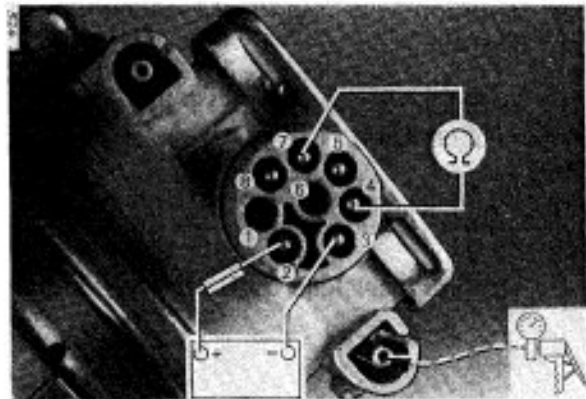

Bild 12
## 6. DROSSELKLAPPENANSTELLER (Bild 12 – 22a)
**Achtung:** Um Beschädigungen bei Fremdspannungsanschlüssen, s. Bild 12, 13, 16, zu vermeiden, ist unbedingt darauf zu achten, daß die Steckanschlüsse (4, 5, 7) nicht mit Spannung 12 V in Verbindung gebracht werden.
### 6.1 Dichtheit/Ventile/Zurückziehen (Bild 12, 13)
- Gemäß Bild 12 Steckanschlüsse (2 + 3) mit Spannung 12 V beaufschlagen und Ohmmeter an (4 + 7) anschließen.
- Mit Handunterdruckpumpe am evakuierenden Ventil, s. Bild 12, Druckdifferenz erzeugen, bis am Ohmmeter 500 – 700  $\Omega$  angezeigt werden (Der Stößel ist dabei nicht ganz eingezogen).
**Wichtig:** Bei direktem Anschluß mit der Batterie, s. Bild 12, 13 u. 16, muß an Batterie (B+) eine Sicherung (1 bis 5 A) zwischengeschaltet sein.